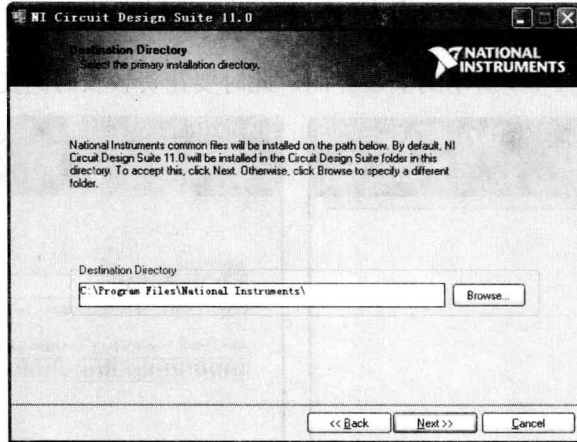

图 1-1-4 “Destination Directory”
(3) 如果序列号输入正确，将可以进行 NI Multisim11 的下一步安装。单击【Next】按钮，直到弹出如图 1-1-4 所示的“Destination Directory”（安装位置选择）对话框，系统默认的安装位置为“C: \Program Files\National Instruments\”，选择安装位置后，单击【Next】按钮继续。